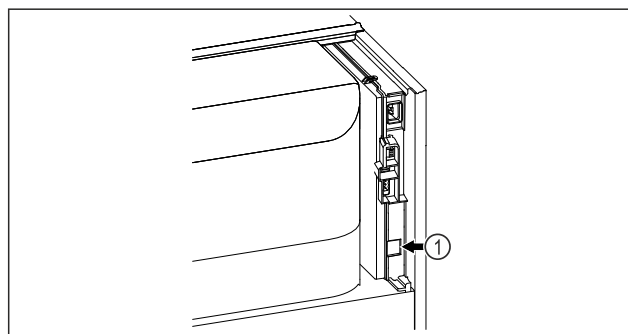

Fig. 62
- ☐ Le SmartModule Fig. 62 (1) est installé.